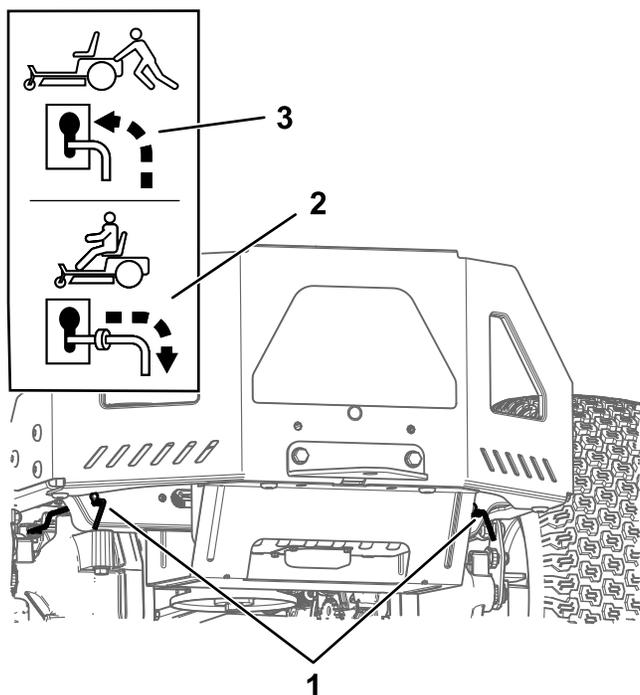

Figura 32
4. Deplasai ambele manete de bypass spre față i în jos prin orificiu pentru a le bloca (Figura 32).